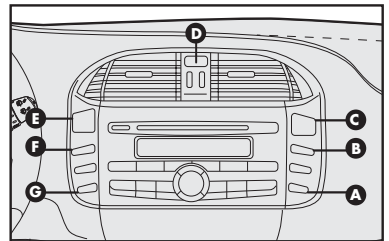

fig. 68
Botão com indicação de função ativada no quadro de instrumentos para ligar e desligar os faróis auxiliares. Só funciona a partir do acionamento das luzes externas de posição. Os faróis auxiliares são desligados cada vez que a chave de ignição for desligada. Para ligá-lo novamente é necessário pressionar o botão **A-fig. 68**.
Botão com indicação de função para ligar e desligar as luzes de emergência. Acendem-se apertando levemente o botão **D-fig. 68**, independente da posição da chave de ignição. Com o dispositivo ligado, os indicadores , no quadro de instrumentos iluminam-se de modo intermitente.
**A luz de emergência só deve ser acionada pressionando o botão D-fig. 68 com o veículo parado; nunca em movimento.**